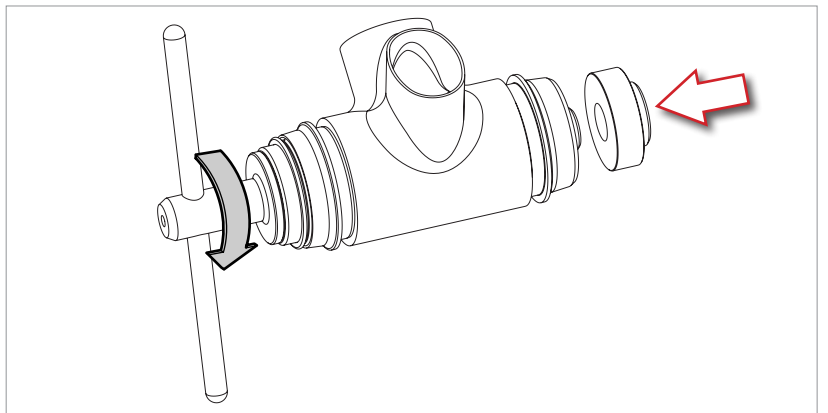

Fig.2
- Enrosque la herramienta UT-BB240 en la guía de la cazoleta izquierda hasta apoyarla en la propia cazoleta (Fig. 2).